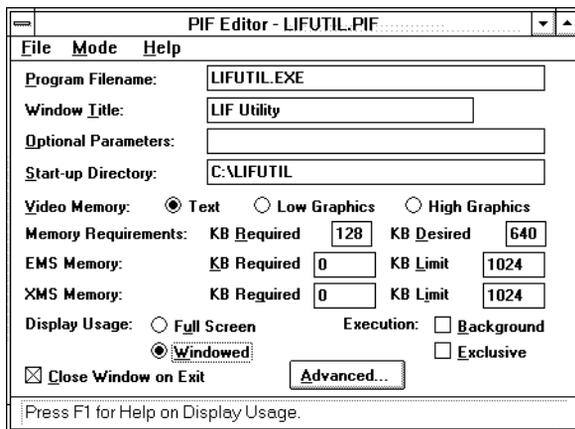

Figure 23 Fichier PIF (Programme Information File) pour l'utilitaire LIF
- 2 Installer l'utilitaire LIF sur votre PC en créant un répertoire appelé LIF, puis copier le fichier lifutil.exe de la disquette dans ce répertoire. Il est plus commode d'établir le programme LIF comme une icône dans votre groupe Agilent ChemStation, bien que LIF soit une application non-windows. Pour cela, vous devez créer un fichier PIF pour l'utilitaire LIF. PIF signifie Program Information File. Lancez l'éditeur PIF à partir du groupe principal du Gestionnaire de programmes Windows et remplissez l'écran comme illustré dans la Figure 23.